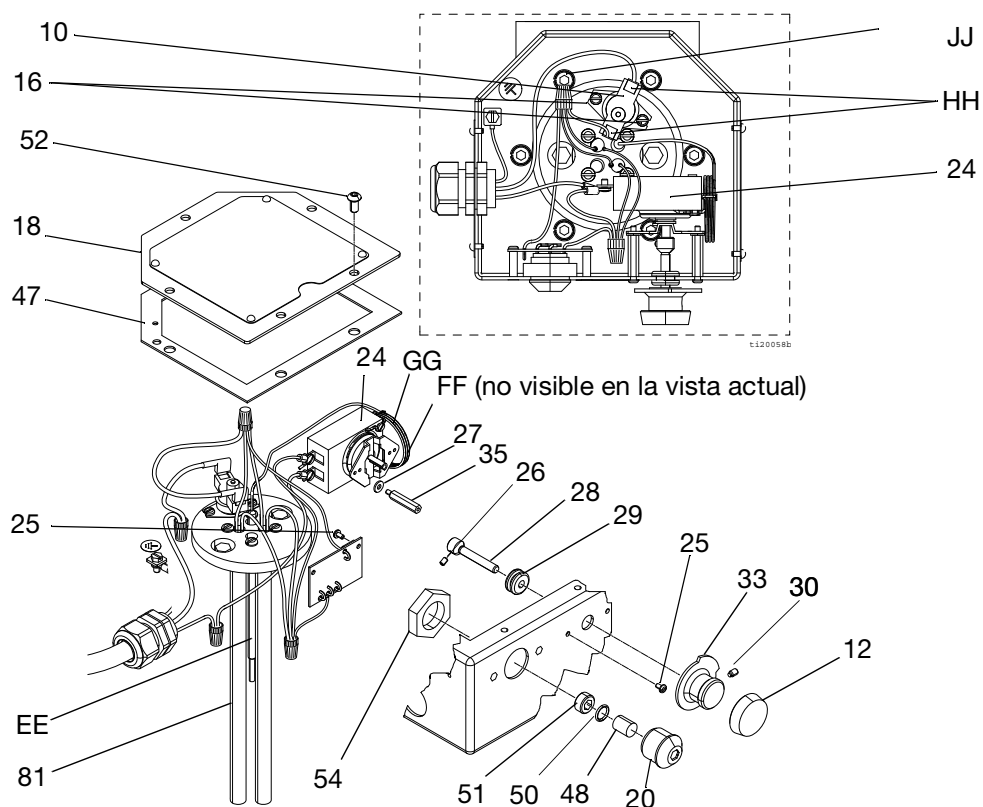

FIG. 12: Reparación del termostato
(Para el modelo con termostato, consulte la FIG. 12 en la página 21)
Este procedimiento se aplica a los calentadores controlados por termostato. Vea la **Fig. 12: Reparación del termostato** en la página 21.
- Consulte la FIG. 12 o FIG. 13 de la página 21 para ver las conexiones de los cables.
- **Modelos 262853 y 24W612 únicamente:** cerciórese de que el núcleo (68) esté alineado con la clavija del tapón (82) del alojamiento (67).
- Asegúrese de que la junta (47) esté instalada y alineada con los orificios para tornillos del alojamiento eléctrico.
- Fije la cubierta (18) con los tornillos (52). Apriete los tornillos a 10 N•m (85-90 lb-pulg.).